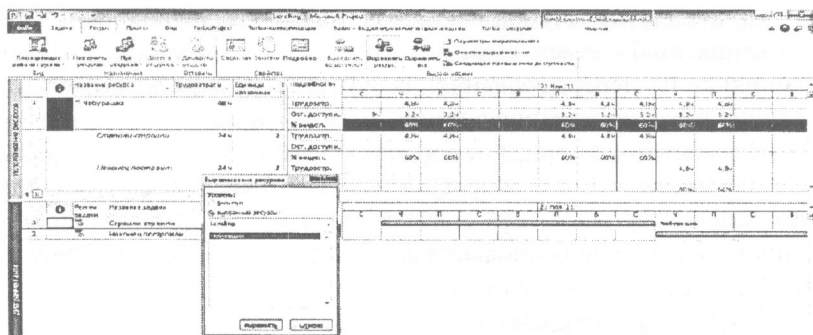

Рис. 46. Приклад завантаженості ресурсів та їх вирівнювання
2. Якщо потрібно вирівняти ресурси в проекті, то натисніть на піктограму "Вирівняти ресурс", виберіть ресурс і натисніть "ОК" (рис. 46).